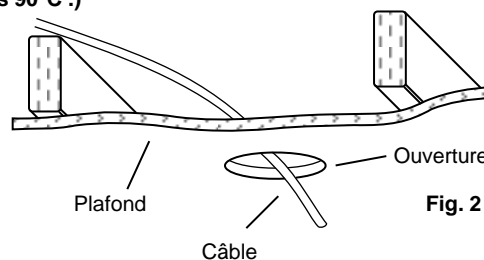

Fig. 2
3. Passez un câble non métallique (NM – également appelé Romex) du boîtier des disjoncteurs ou des fusibles jusqu'à l'ouverture pratiquée dans le plafond, en prévoyant une longueur supplémentaire de 6 à 8 po (15,2 à 20,3 cm) dépassant de l'ouverture. Vous pouvez utiliser un câble de calibre allant jusqu'à 12 AWG. (Fig. 2) (**MISE EN GARDE – utilisez des câbles calibrés pour résister à une température d'au moins 90°C .**)